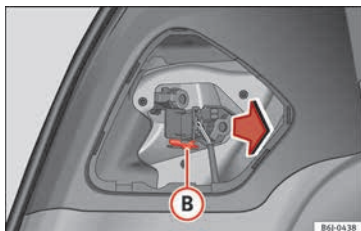

Abb. 112 Lampenträger ausbauen
- Ziehen Sie den Lampenträger durch Drücken der Halteclips (B) » Abb. 112 heraus.